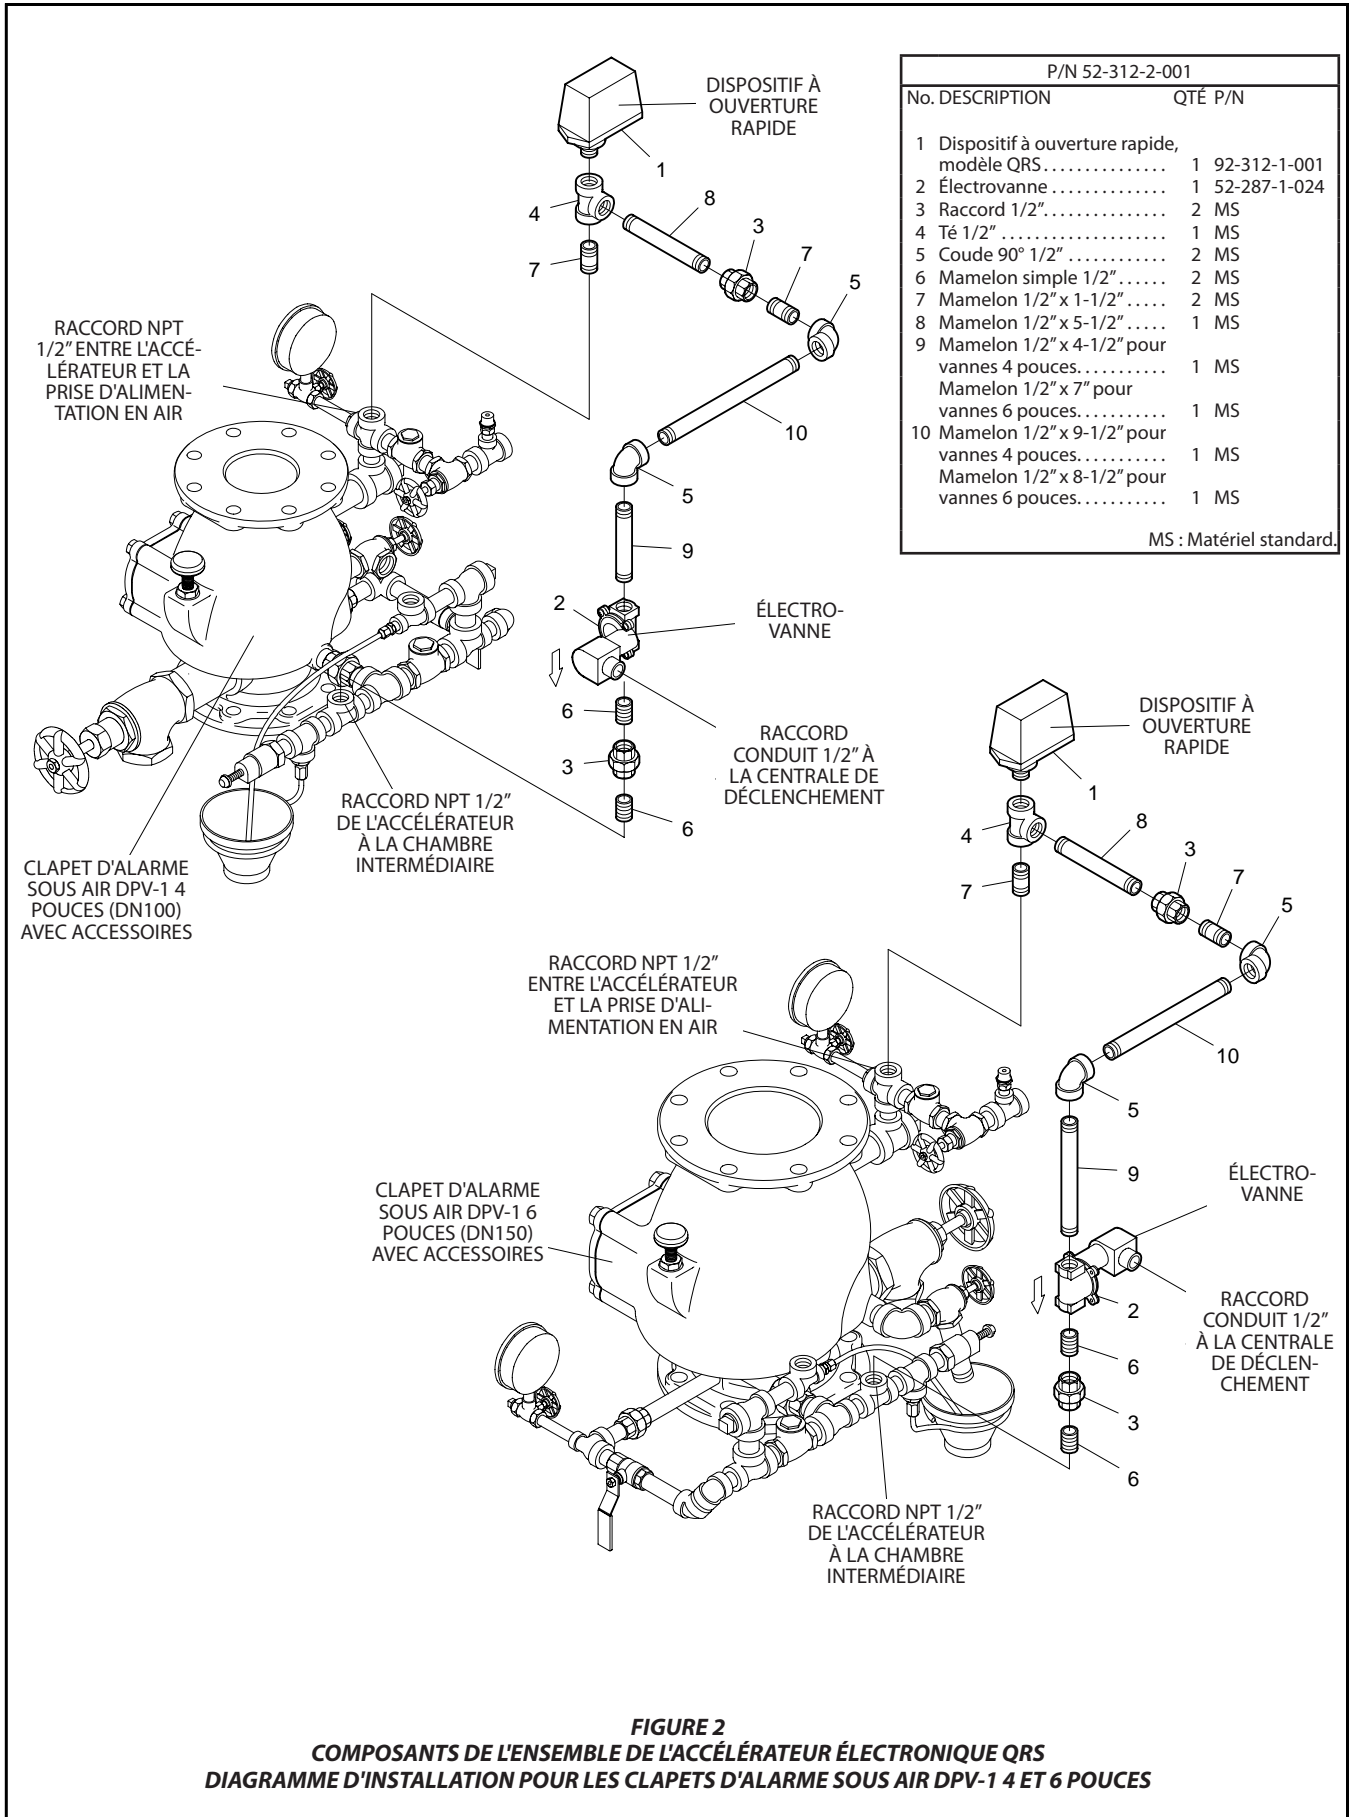
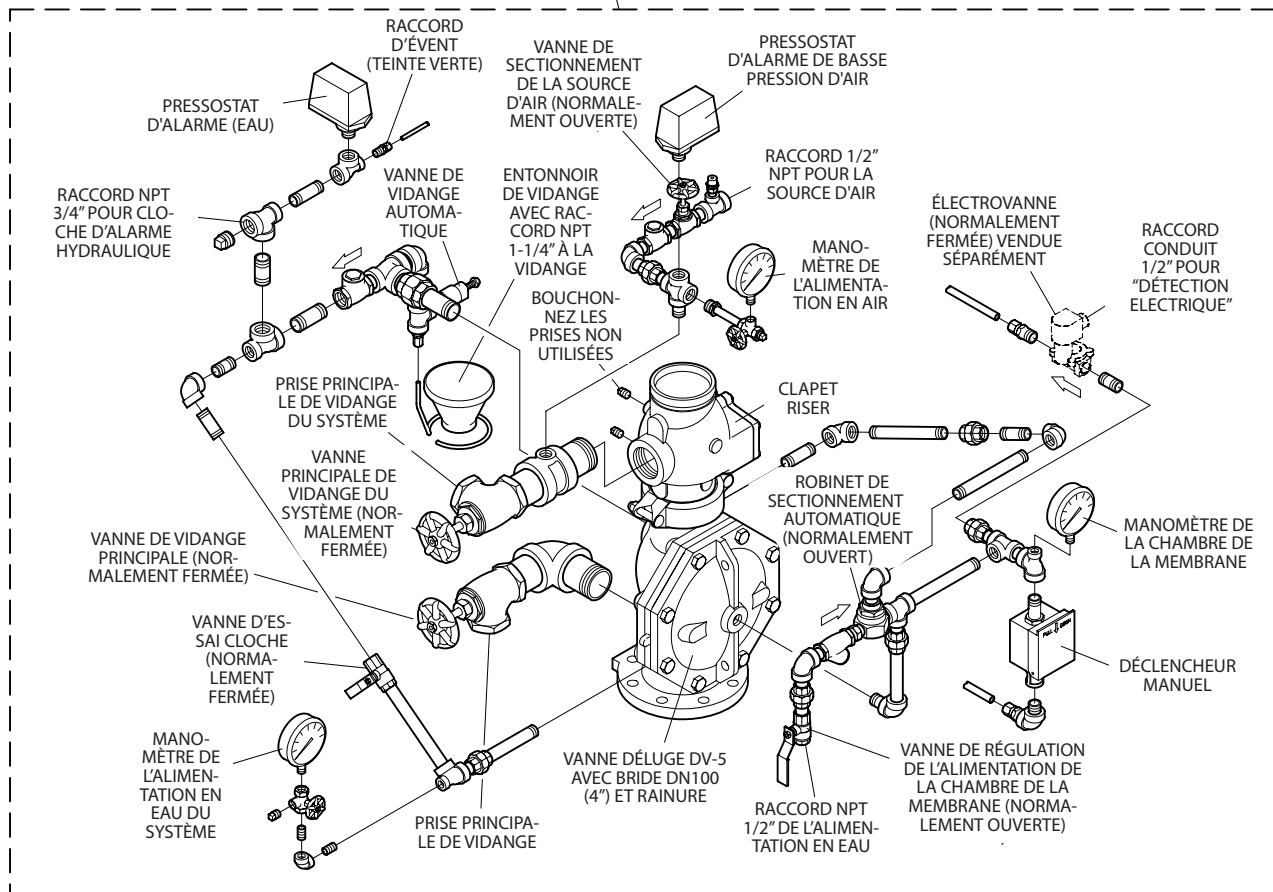

FIGURE 2
FIGURE 3
Étape 1. Les composants de l'ensemble de l'accélérateur électronique QRS (P/N 52-312-2-001) doivent être installés conformément à la figure 2, 3, ou 7, selon le cas ; l'électrovanne doit être installée avec la flèche de direction du débit comme indiqué ; et, un enduit d'étanchéité doit être appliqué en petite quantité uniquement sur les filetages mâles. (Dans le cas de la figure 3 pour les accessoires de pré-action électrique/électrique à double verrouillage, les mamelons et raccords ne sont pas utilisés. Dans le cas de la figure 7, certains des mamelons et raccords ne sont pas utilisés, et une fabrication sur site et du matériel supplémentaire seront requis.)